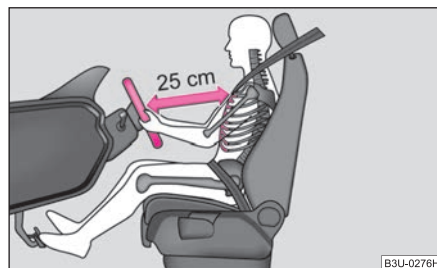

Fig. 135 Distanza corretta del conducente dal volante
- Regolare il volante in modo tale che la distanza tra il volante e lo sterno sia di almeno 25 cm ⇒ fig. 135.
- Il conducente deve mantenere una distanza dal volante di almeno 25 cm ⇒ fig. 135. Se non si rispetta questa distanza minima, il sistema airbag non può proteggere - pericolo di morte!